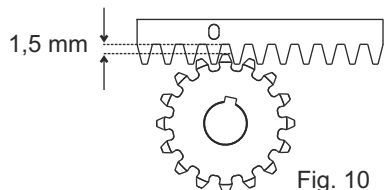

Fig. 10
5.6. Toda la cremallera va levantada de 1,5 mm para evitar que el peso de la cancela llegue hasta el piñon (Fig. 10), **Atencion:** mantener un juego de almenos 0,5 mm entre diente de pinon y diente de cremallera;